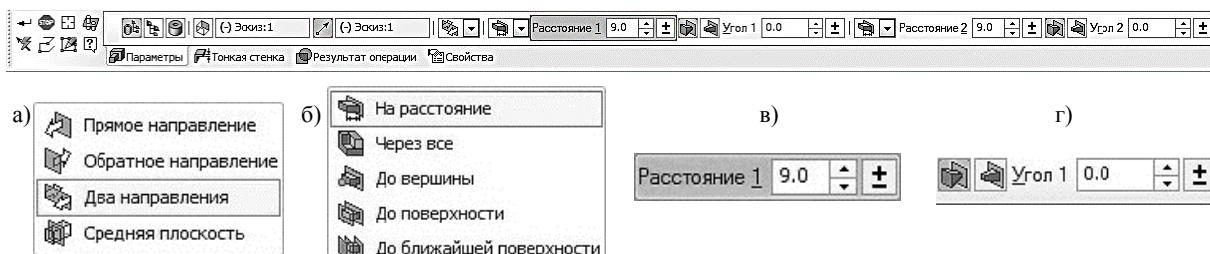
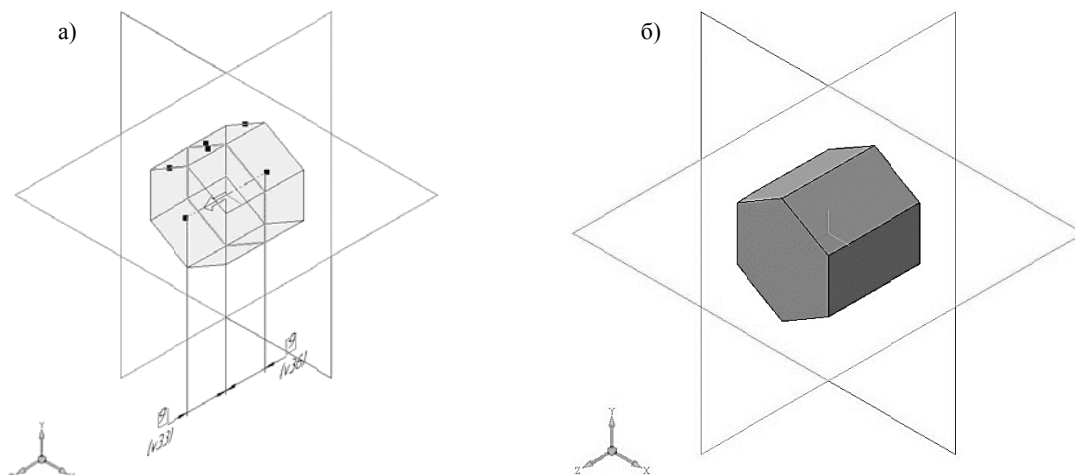

Рис. 24. Панель свойств **Операции выдавливания**
Рис. 25. Операция выдавливания:
Нажмите кнопку **Операция выдавливания**  на панели **Редактирование детали**. После вызова команды появляется панель свойств (рис. 24), а в окне документа фантом трехмерного элемента – временное изображение, показывающее текущее состояние создаваемого объекта (рис. 25, а). На вкладке **Параметры** можно задавать следующие характеристики (все значения параметров при их вводе и редактировании немедленно отображаются на экране в виде фантома модели):
- направление выдавливания (рис. 24, а);
- способ выдавливания (рис. 24, б);
- глубину выдавливания (рис. 24, в);
- направление уклона выдавливания (рис. 24, г).
Для окончательного создания объекта нажмите кнопку **Создать объект**  на Панели специального управления – система построит основание детали (рис. 25, б). В Дереве модели появится строка **Операция выдавливания:1**.